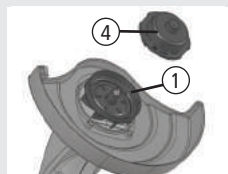

Fig. 09
Em seguida recoloca o conjunto da tampa e carretel (4) pressionando-o contra o porta carretel (1), e girando-o em sentido horário até perceber o "click" de encaixe, [Fig. 09].